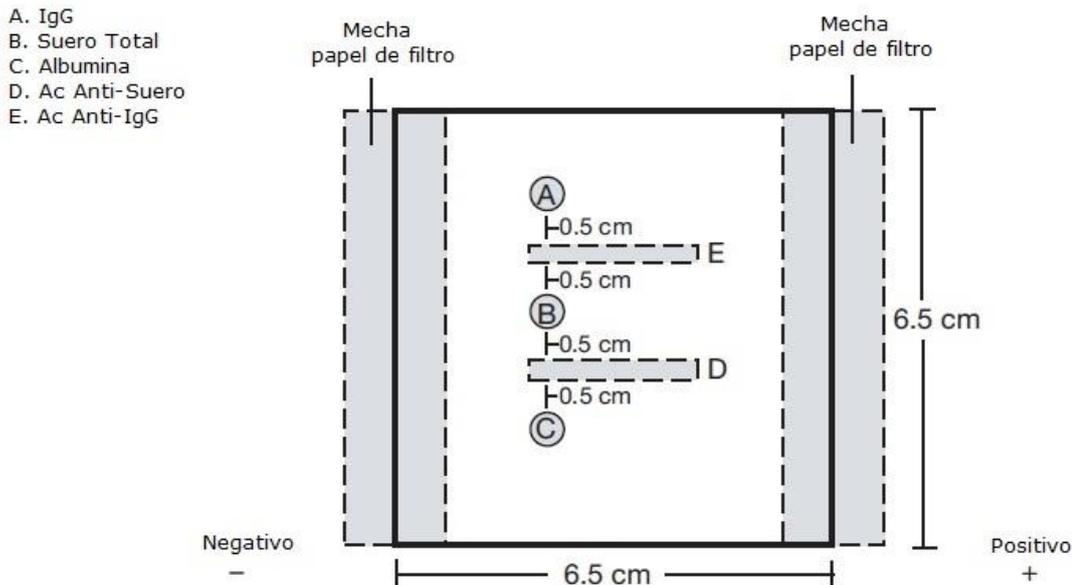

Figura 2: Plantilla para la Inmunoelectroforesis.
- Realizar los pocillos en la posición que se indica en la **Figura 2** usando el cortador de pocillos. La distancia entre los canales y el borde de cada pocillo no debe ser superior a 0,5 cm.